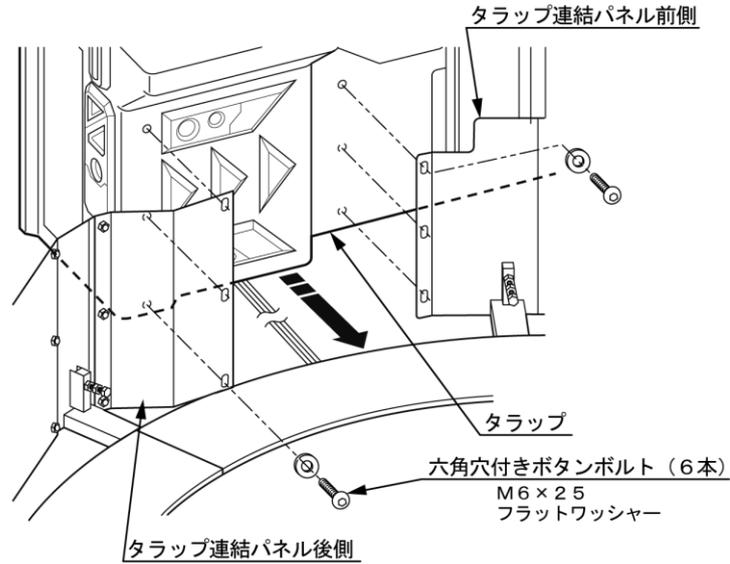

図6-25 タラップの取り付け⑥
- ⑥ タラップをタラップ連結パネル前側と後側に近づけ、付属の六角穴付きボタネボルト（M6×25 各3本）で取り付けて固定します。（図6-25）